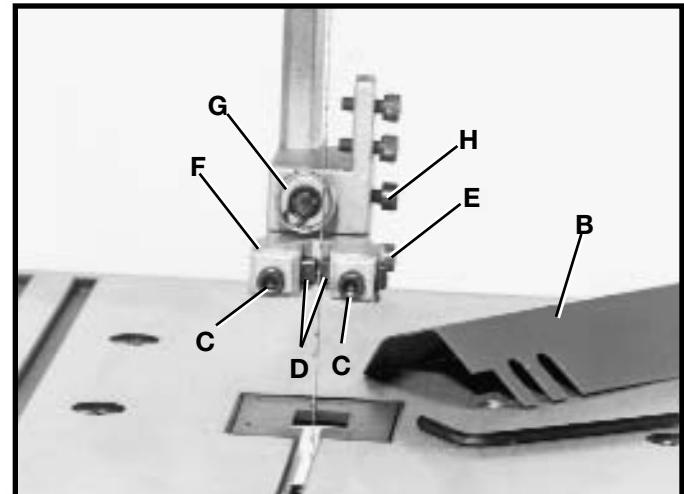
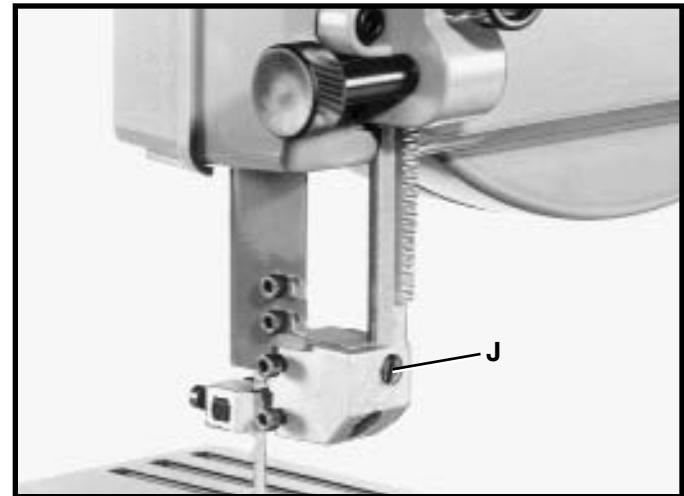

Fig. 22
Fig. 23
1. **AVISO:** Se muestra el protector de hoja superior (B) Fig. 22 desmontado para mayor claridad.
2. Afloje los dos tornillos (C) Fig. 22 y ajuste las guías de hoja (D) lo más cercanamente posible a los lados de la hoja de la sierra, teniendo cuidado de no constrictorar la hoja. Apriete entonces ambos tornillos (C).
3. Afloje el tornillo (E) Fig. 22 y mueva el soporte de guía (F) hacia adentro o hacia afuera hasta que el borde delantero de las guías (D) quede justo detrás de las "gargantas" de los dientes de la hoja. Apriete el tornillo (E).
4. El cojinete de apoyo de hoja superior (G) Fig. 22 impide que la hoja de la sierra sea empujada hacia atrás excesivamente durante el corte. El cojinete de apoyo (G) debe ser ajustado aproximadamente 1/32 pulg. detrás del borde posterior de la hoja, de manera que el borde posterior de la hoja pueda solapar el diámetro exterior del cojinete por aproximadamente 1/8 pulgada. Para ajustarlo, haga lo siguiente:
5. Afloje el tornillo (H) Fig. 22 y deslice el cojinete de apoyo (G) hacia adentro o hacia afuera hasta que esté aproximadamente 1/32 pulg. detrás del borde posterior de la hoja de la sierra. Apriete entonces el tornillo (H).
6. El cojinete de apoyo de la hoja superior (G) Fig. 22 está fijado sobre un eje excéntrico. Para cambiar la posición del cojinete (G), afloje el tornillo (H) Fig. 22, y utilizando un destornillador recto, gire el eje (J) Fig. 23 hasta que la hoja quede correctamente solapada sobre el cojinete de apoyo. Apriete entonces el tornillo (H).